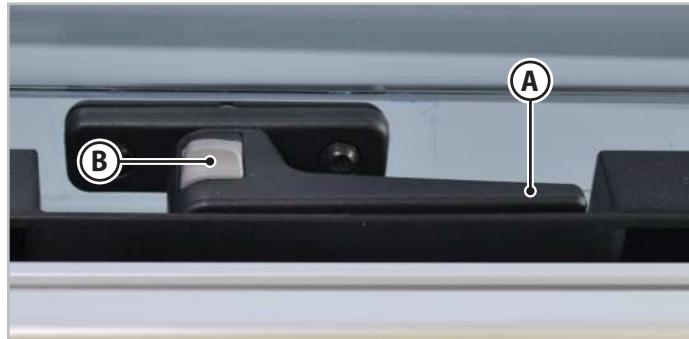

Fig. 6.4 - Levier de blocage des baies type 2
1. Appuyer sur le bouton de sécurité (B - Fig.6.4) présent sur les leviers de blocage (A - Fig.6.4).
2. Dégager tous les leviers de blocage (A - Fig.6.4) et les mettre en position verticale.
3. Accrocher tous les leviers de blocage (A - Fig.6.4) et les mettre en position de fermeture.
4. S'assurer que le bouton de sécurité (B - Fig.6.4) est sorti.